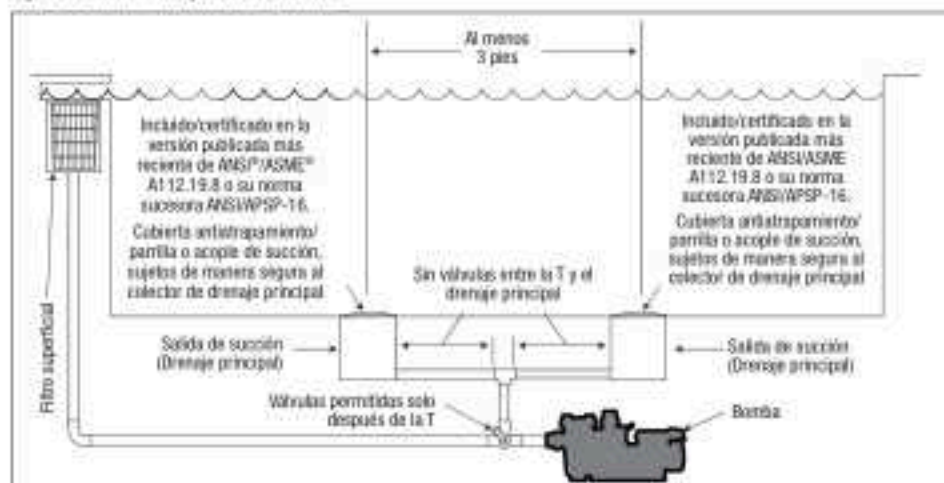

Figura 4. Cantidad de salidas de succión por bomba*
Cantidad de salidas de succión por bomba: Proporcione al menos dos (2) salidas de succión balanceadas hidráulicamente, con cubiertas, como salidas de succión para cada línea de succión de la bomba de circulación. Los centros de las salidas de succión (salidas de succión de cualquier una (1) línea de succión) deben estar a al menos tres (3) pies de distancia de centro a centro. Consulte la Figura 4.
El sistema **debe** construirse para incluir al menos dos (2) salidas (drenaje) de succión conectadas a la bomba siempre que la bomba esté en funcionamiento. Sin embargo, si dos (2) salidas de succión van a una única línea de succión, la única línea de succión puede estar equipada con una válvula que apague ambos salidas de succión desde la bomba. El sistema se construirá de tal modo que lo permita el cierre o el aislamiento separado independiente de cada drenaje. Consulte la Figura 4.